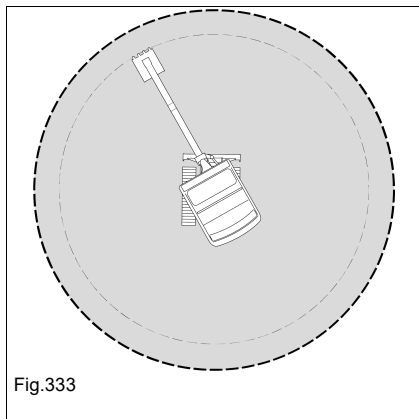

Fig.333
- ▶ El sistema de brazo debe estar recto con respecto a la cabina; ver Fig. 333